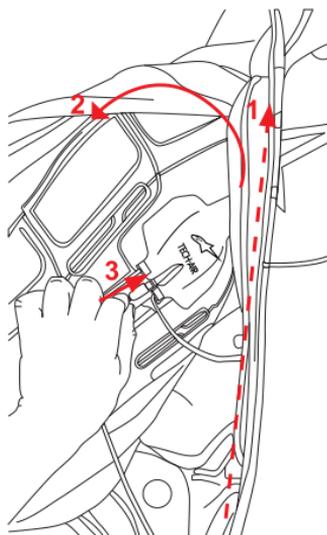

Рисунок 8
*Подсказка: При установке системы подушки безопасности Tech-Air™ Race в кожаный костюм доступ к микро-USB-порту возможен при раскрытии одной из застежек-молний крепления жилета (1) и частичном подъеме жилета в сторону. (См. рисунок 8).*
*Подсказка: Легче получить доступ к главному переключателю (8), если сначала расстегнуть одну из застежек-молний для крепления жилета (1) и частично приподнять жилет над костюмом (см. Рисунок 8). Естественно, что после обратного включения главного выключателя необходимо вновь застегнуть застежку-молнию для крепления жилета.*